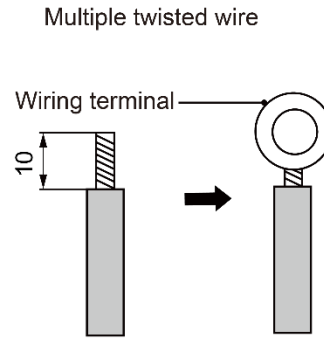

Fig.5.1.2
(2) Conexión del cable trenzado (como se muestra en la Fig.5.1.2)